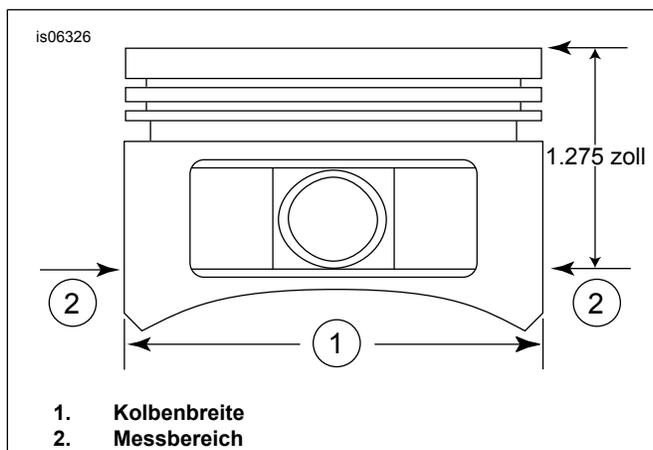

Abbildung 2. Kolbenmessungen
5. Siehe Abbildung 2. Die Kolbenbreite (1), 90 Grad horizontal von beiden Seiten des Kolbenbolzenlochs und 1,275 in unterhalb der Kolbenbodenfläche (2) messen. Für die Passung zwischen Kolben und Zylinder an dieser Stelle siehe Tabelle 6.